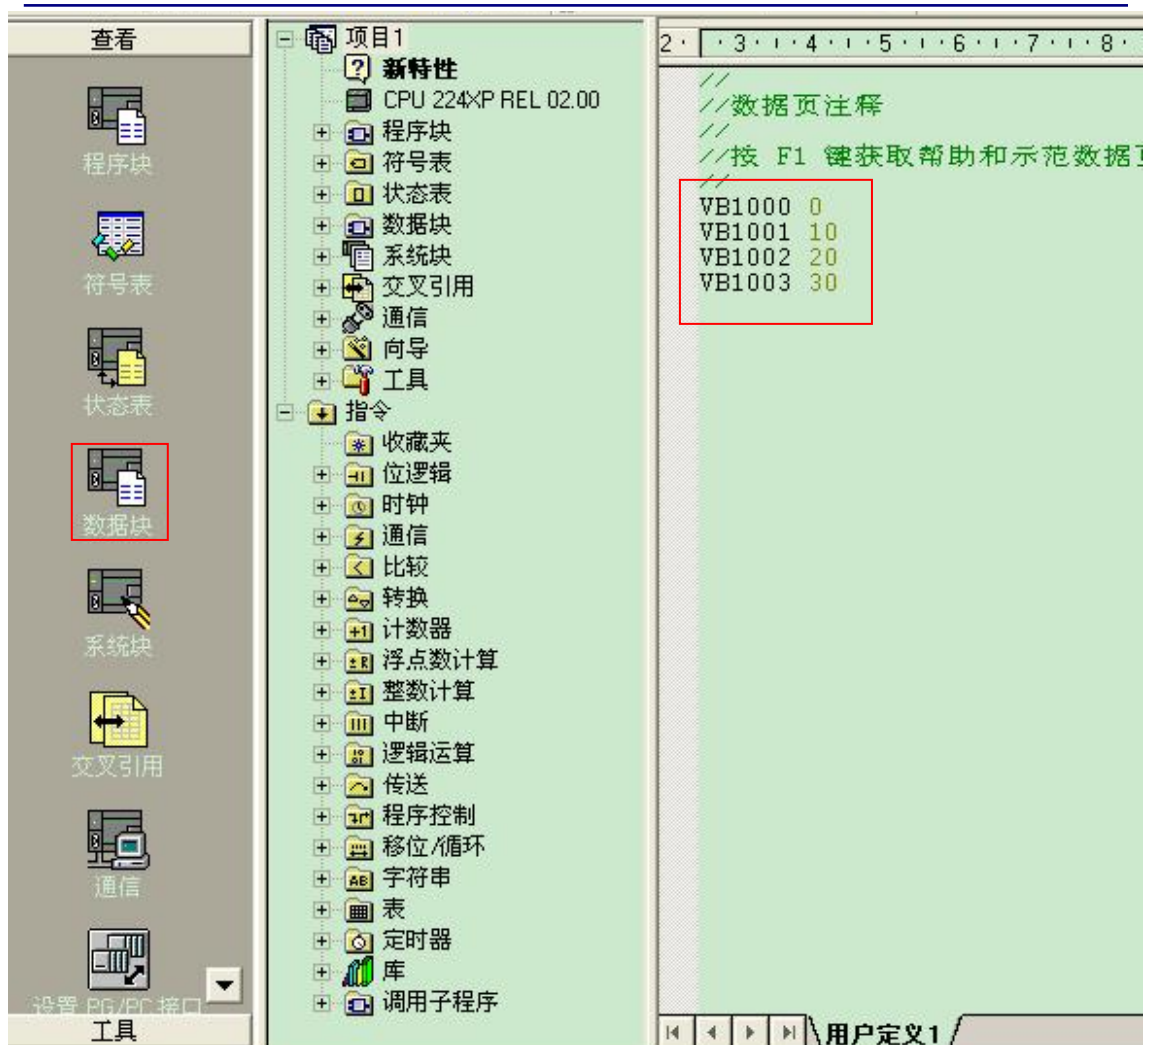

图 3
2、数据块中定义的数据，如图 3 所示，当下载数据块的时候，同时会将定义的数据下载到 EEPROM 中，这样，当掉电时间超过超级电容和电池的保持时间之后，再上电时，CPU 会将 EEPROM 中存储的数据块中定义的数据数值写回到 RAM 中对应的存储区，实现永久保持数据的目的。也就是恢复成数据的初始设置值。